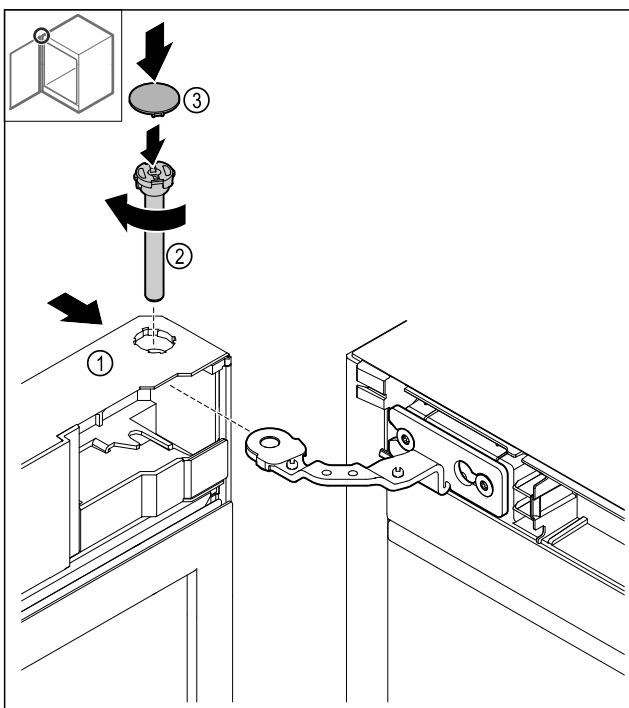

Fig. 44
- Skub døren Fig. 44 (1) ind på det øverste hængsel.
- Indsæt boltten Fig. 44 (2), og skru den fast med uret.
- Påsæt afdækningen Fig. 44 (4).